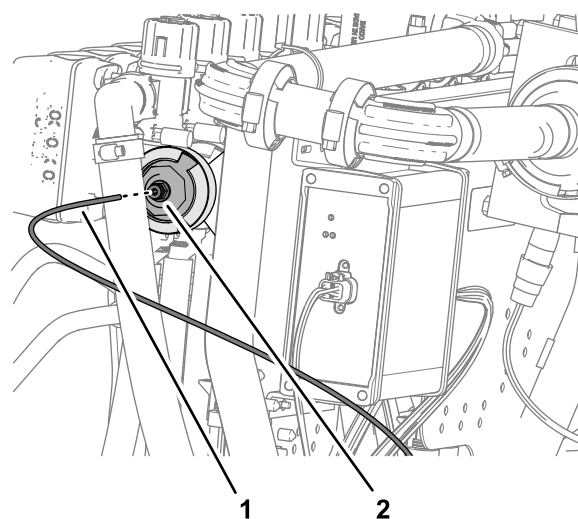

Figura 135
1. Alinee el extremo del tubo del sensor de presión (plástico) del indicador de presión del salpicadero con el anillo de bloqueo del acoplamiento del tubo (Figura 135).
2. Inserte el tubo del sensor en el anillo de bloqueo hasta que el tubo esté correctamente asentado (Figura 135).